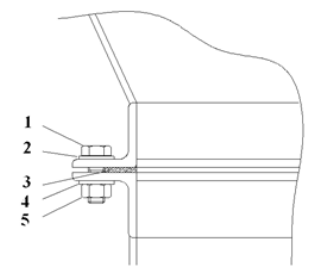

Bild 4. Principbild på flänsförband
2. Applicera medlevererad tätningslist mellan flänsförband vid inlopp och eventuellt vid utlopp, se bild 4.
3. Skruva fast skruvtransportören i inloppsflänsen, se bild 4. Beträffande åtdragningsmoment se tabell 2.
Rör EJ roterande transmissionsdelar, se bild 4. Skruvslingan får EJ köras "baklänges/medurs". (Beträffande rotationsriktning, se pil monterad på gaveln).